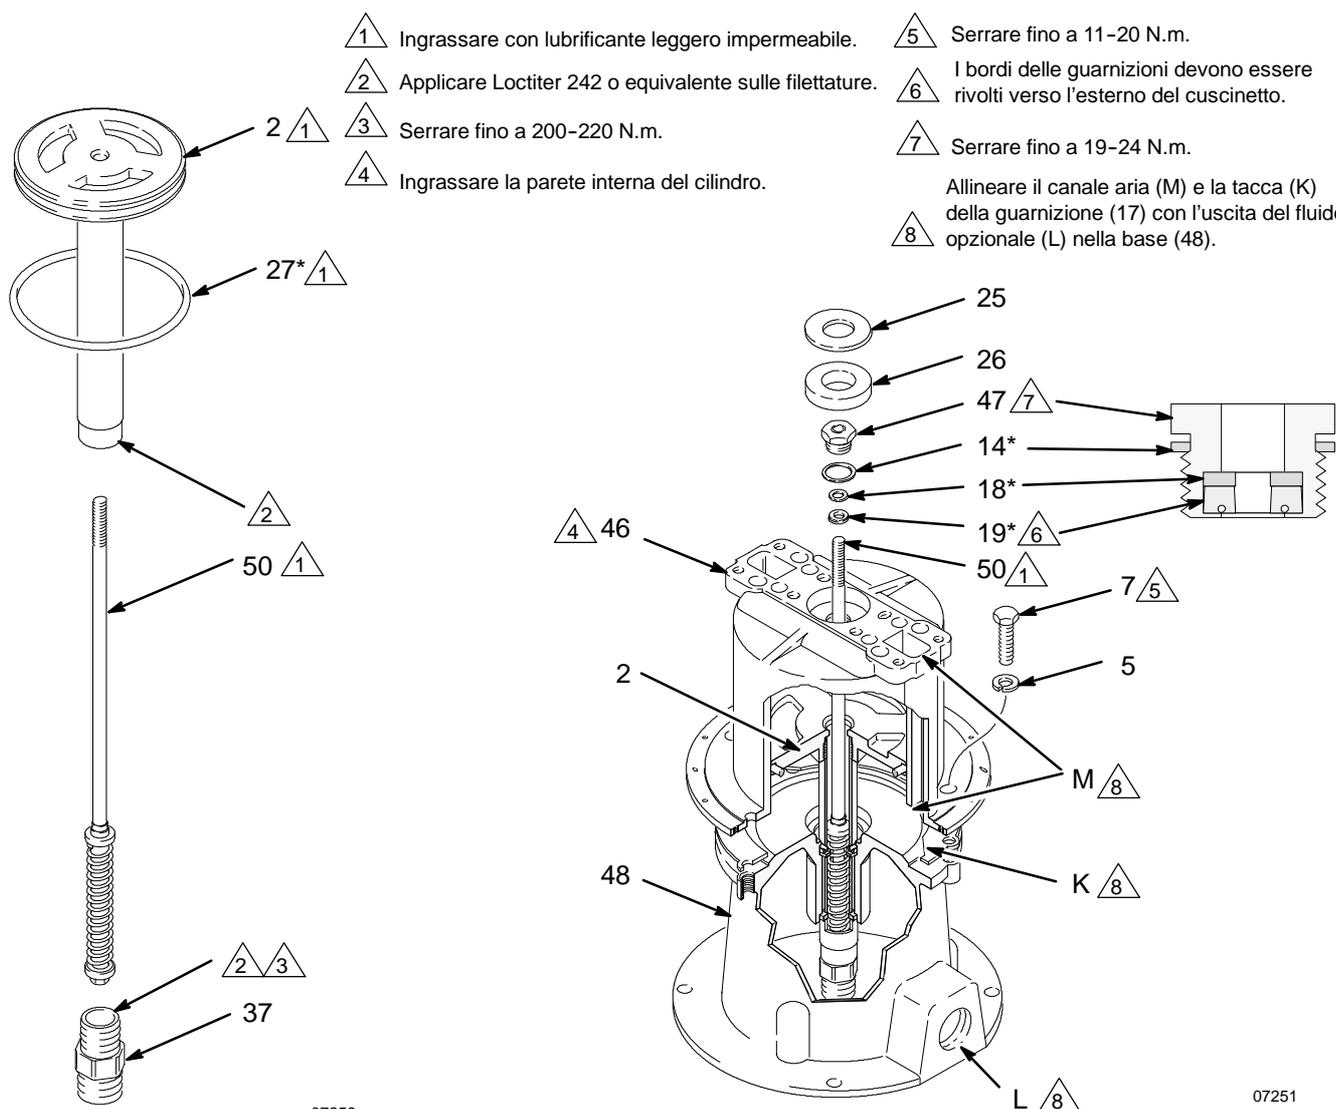

Fig. 8
NOTA: Fare riferimento alla Fig. 8 per i passi da 6 a 10.
12. Posizionare lo strumento di allineamento della valvola aria (codice 168513) sull'asta di disinnesto (50). Posizionare le guarnizioni (40*) sul cilindro (46) in modo che l'estremità larga dell'alloggiamento sia allineata con il canale aria (M). Installare i collettori (43). Il collettore di ingresso aria (quello con il bocchettone aperto, P) deve essere allineato con l'uscita del fluido facoltativa nella base (L, Fig. 8). Installare le viti (4) e le rondelle (5). Rimuovere l'attrezzo.